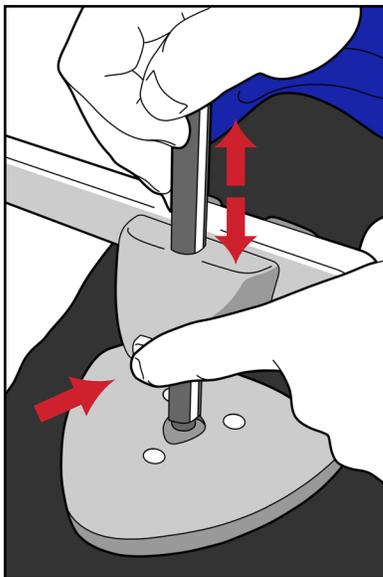

Abb. 12
2. Sobald sich der Patient in der richtigen Position befindet, kann das Kompressionspaddel in das Zwerchfell abgesenkt werden, indem die Freigabetaste gedrückt und der Schaft nach unten gedrückt wird (Abb. 12).